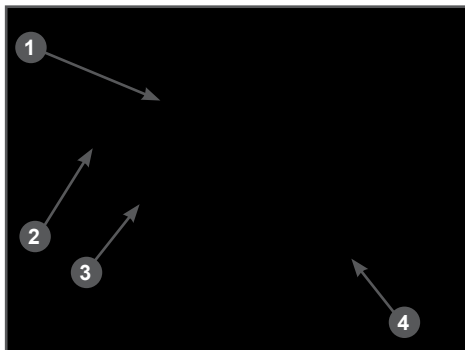

Рис. 23 Замена ремня привода
2. Снимите ремень 1 со шкивов вала двигателя 2 и редуктора 4 (Рис. 23).